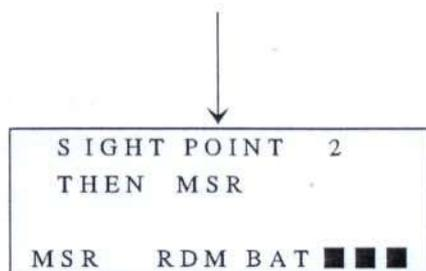

图 25-7
- 测量第三点，按 [TRK] 键。另外将出现如图 25-7 的信息。为实现 RDM 功能，现可以重覆同样的步骤测量其它点。